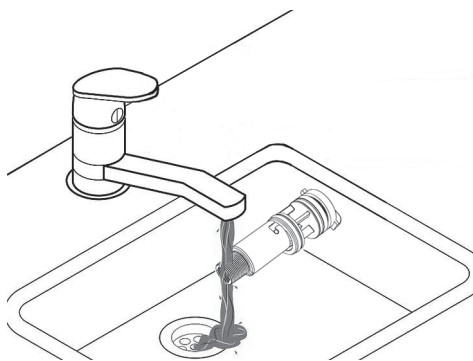
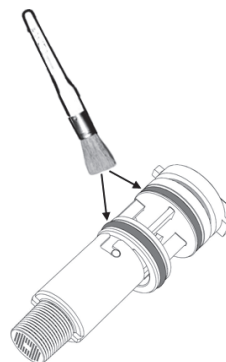

fig. 48
fig. 49
- È così possibile pulire il flussometro (vedi fig. 48 e fig. 49) oppure sostituirne i componenti.